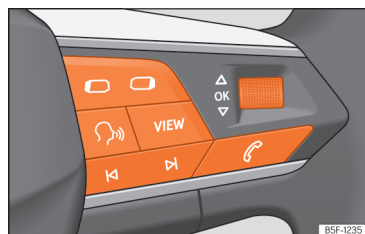

Abb. 15 Rechte Seite des Multifunktionslenkrads: Bedienelemente für die Menüs und Informationsanzeigen im Kombi-Instrument (modellabhängig).
Solange eine Warnung der Priorität 1 vorliegt, >>> S. 27, kann auf kein Menü zugegriffen werden. Einige Warnmeldungen können über die Taste **OK** am Multifunktionslenkrad bestätigt und ausgeblendet werden >>> (Abb. 15).
- Falls eine Meldung oder das Fahrzeug-Piktogramm angezeigt wird, drücken Sie die Taste **OK** **>>>** (Abb. 15); ggf. mehrere Male.